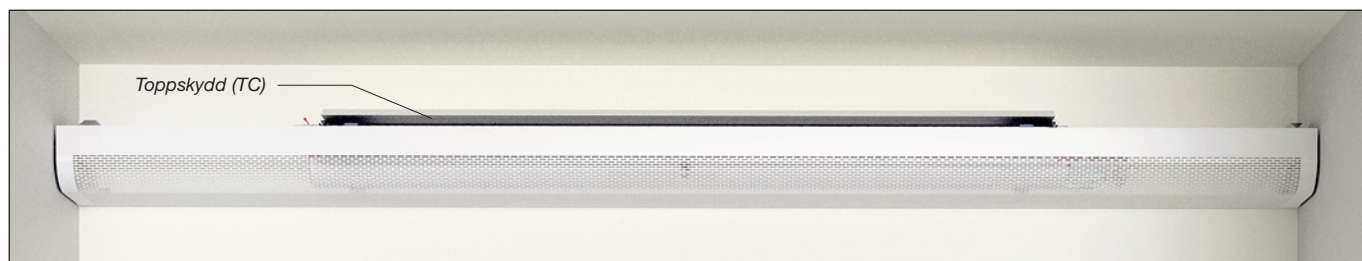

Bild 14. Plafond XD monterad på vägg med distans till tak (FW).
Installationsprincip "Vägg till vägg" där inga designgavlar behövs. Ett toppskydd (TC) ingår för den inre Plafond XD-kroppen (teknikdelen) vid val av FW-installationslösning (bild 14).